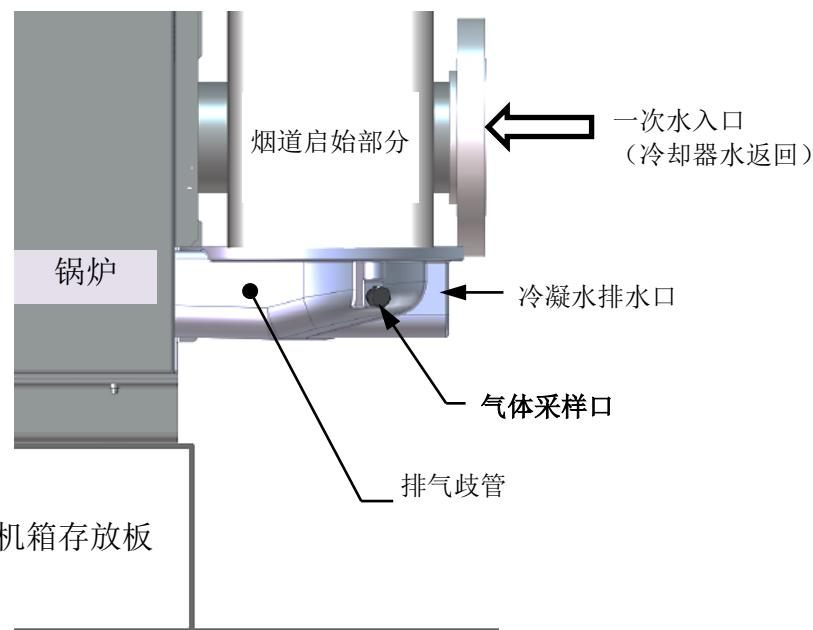

图 4-2：分析仪探头端口位置 (右侧局部视图)
本设备在排气歧管的侧面有一个 1/4 英寸的 NPT 端口，如图 4-2 所示。请如下所示准备该端口用于燃烧分析仪探头：
1. 请参见图 4-2，从排气歧管取出 1/4 英寸的 NPT 塞子。